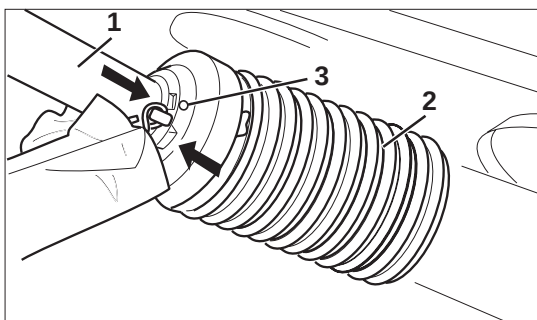

Fig. 5.4b
- Beskyttelses halvparten (Fig. 5.4b/1) skubbes på og beskyttelses tragten (Fig. 5.4b/2) drejes den rigtige position.
- Låseskrues (Fig. 5.4b/3) drejes i.